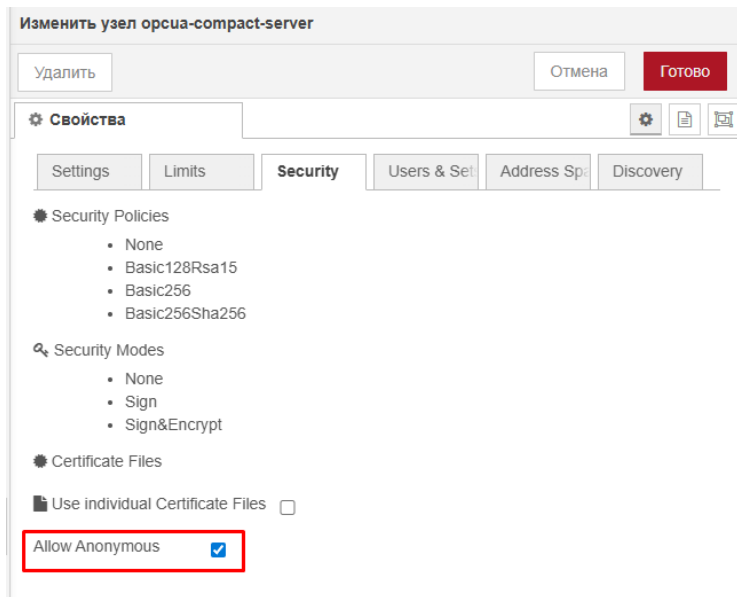

Рис. 3.26. Настройки безопасности
5. На вкладке «Security» по умолчанию активен анонимный доступ (для производственной системы позже можно установить настройки безопасности) (см. рис. 3.26).